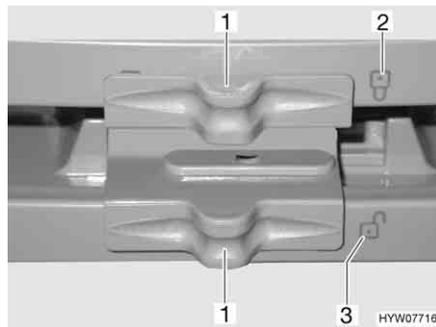

Fig. 162 Bloqueo de la puerta del frigorífico/puerta del compartimento congelador (Dometic de la serie 7 con compartimento congelador separado)
- Desplazar el bloqueo (Fig. 162,1) hacia un lado, de tal manera que sea visible el candado abierto "G" (Fig. 162,3).
- Desplazar el bloqueo (Fig. 162,1) hacia un lado, de tal manera que sea visible el candado cerrado "🔒" (Fig. 162,2).